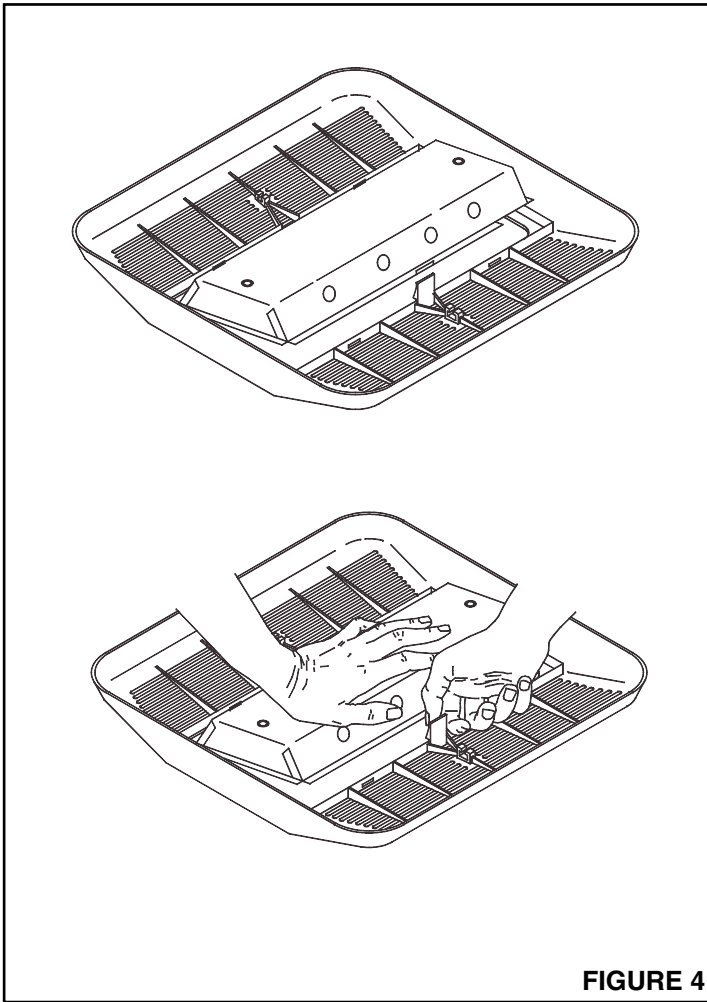

FIGURE 4
1. **Voir Figure 4.** Ouvrez les réflecteurs à l'arrière de la grille en appuyant sur le dispositif de verrouillage et soulevez-le loquet du réflecteur. Installez un tube fluorescent de 26 Watts NEMA de type CFQ26W/G24D. Nota: le réflecteur maintient le diffuseur de verre en place. Veillez à ce que le diffuseur ne tombe pas de la grille. Fermez le réflecteur et remettez-le en place.
2. **Voir figure 4.** Ouvrez le réflecteur à l'arrière de la grille en appuyant sur le dispositif de verrouillage et soulevez le réflecteur. Nota: Le réflecteur maintient le diffuseur de verre en place. Veillez à ce que le diffuseur ne tombe pas de la grille. Fermez le réflecteur et remettez-le en place. Remplacez l'éclairage par un tube fluorescent de 26 Watts NEMA de type CFQ26W/G24D. Fermez le socle et remettez-le dans sa position initiale.